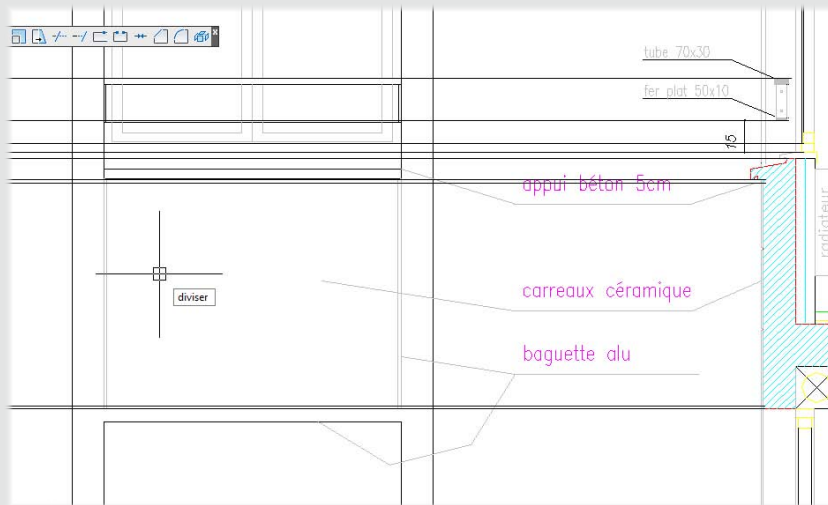

Figure 26
4. Ensuite, toujours pour construire les carreaux de céramique, utilisons la commande Diviser (voir Figure 26).